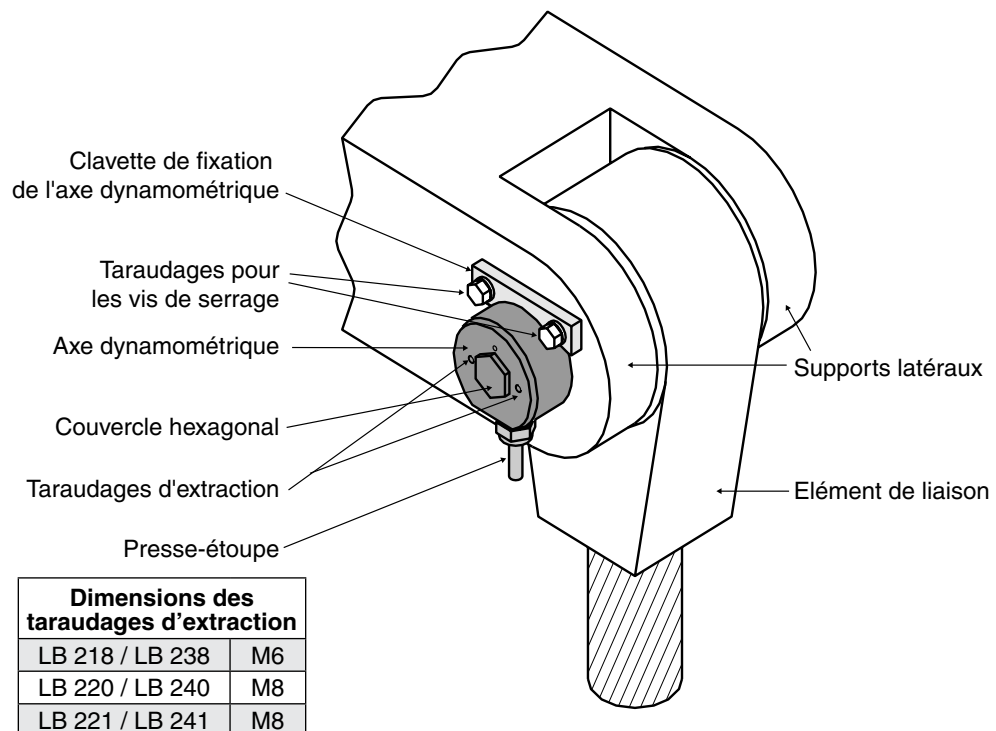
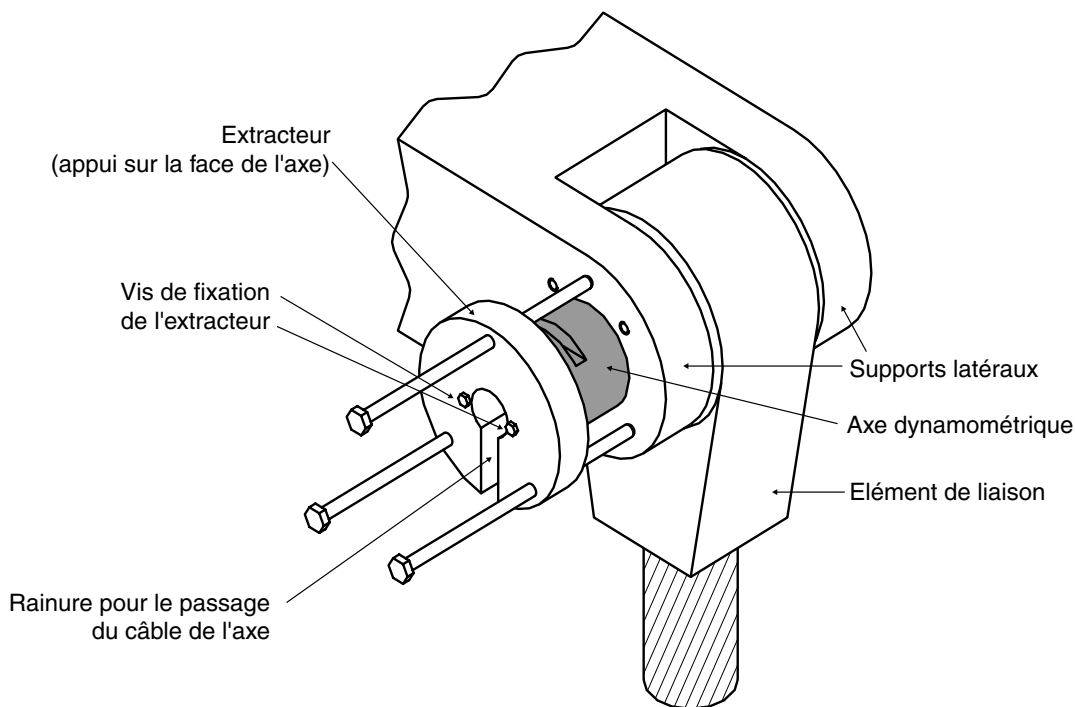
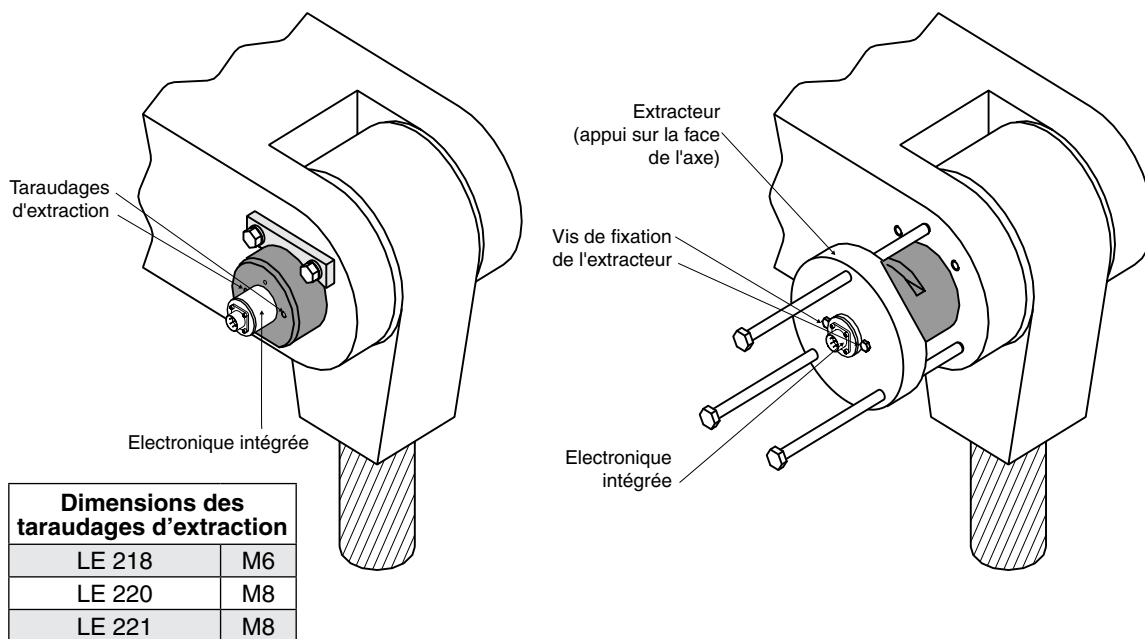

Figure 2-4 Axe dynamométrique de série LB monté
Figure 2-5 Retrait d'un axe dynamométrique de série LB au moyen d'un extracteur
Figure 2-6 Retrait de l'axe dynamométrique au moyen d'un extracteur (principe applicable pour les axes LE/LU 218 à LE/LU 221)
2. Les axes LB 218 à LB 221, LE 218 à LE 221, LU 218 à LU 221 et LB 238 à LB 241, qui sont munis de deux taraudages d'extraction à leurs extrémités (voir la *figure 2-4* et la *figure 2-6*).
Utiliser ces taraudages pour y fixer un extracteur qui n'est pas fourni par Magtrol (voir la *figure 2-5*). Il est recommandé de placer l'extracteur à l'extrémité de l'axe où se trouve le presse-étoupe (axes de la série LB 210) ou le connecteur électrique (axes des séries LB 230, LE 210 et LU 210) pour éviter de les endommager lors d'une extraction par l'autre extrémité de l'axe (voir la *figure 2-4*).